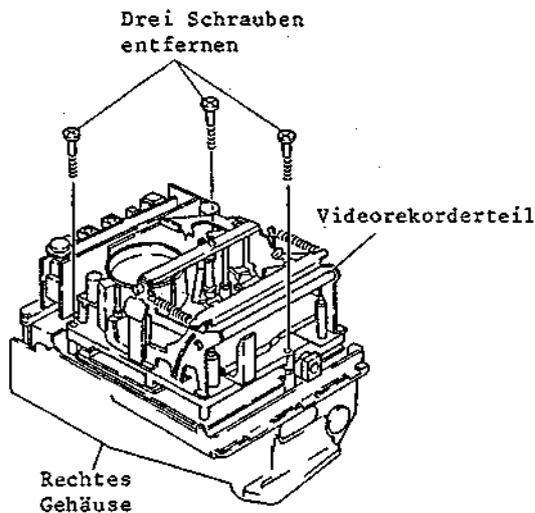

Abb. 2-6 Ausbau des Videorekorderteils
(Abb. 2-6, 2-7)**
5. Drei (3) Befestigungsschrauben des Videorekorderteils entfernen (siehe Abb. 2-6).
5. Das Videorekorderteil ausbauen (siehe Abb. 2-6, 2-7).